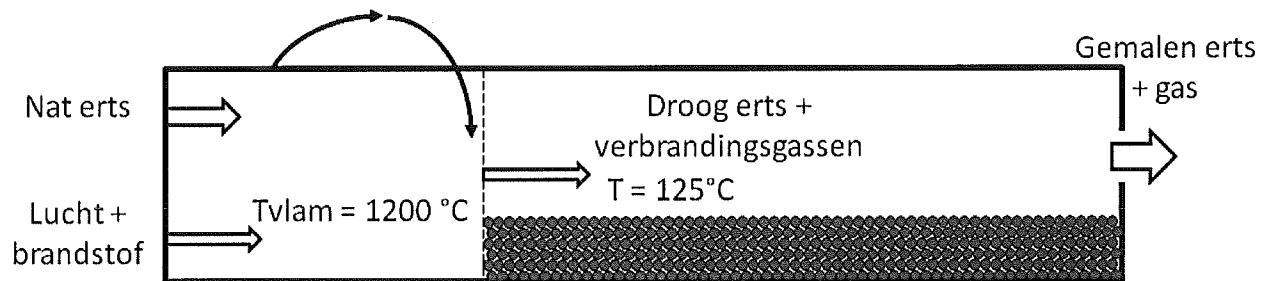

Fig 1: Drawing of combined drying & grinding mill
2. Uit kostenoverweging heeft men gekozen om droogmalen en drogen in één molen te laten plaatsvinden. Om te voorkomen dat de kogels in de droogkamer komen, zijn beide ruimtes mbv een diafragma van elkaar gescheiden. Fig 1 schetst de opstelling (zie bijlage 1). De molen moet 150 ton/hr nat hematieterts drogen en malen. Het erts heeft 10% vocht op nat. Er wordt gestookt met laagwaardige steenkool. Neem voor de eenvoud aan dat die uit 100% koolstof bestaat (geen as en vluchtig) en dat het erts droog de maalkamer inkomt.